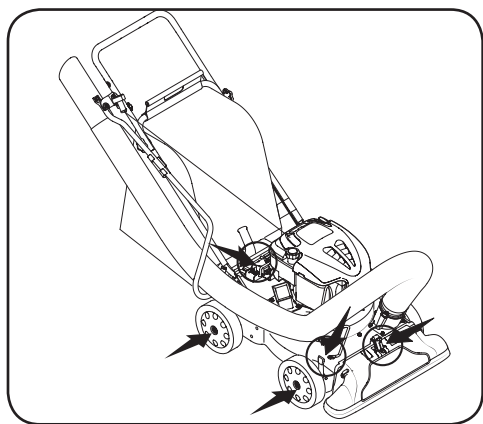

Figura 5-1
4. Lubrique la palanca del pico / manguera de la aspiradora que la unen a la ménsula de montaje. Ver la Figura 5-1.